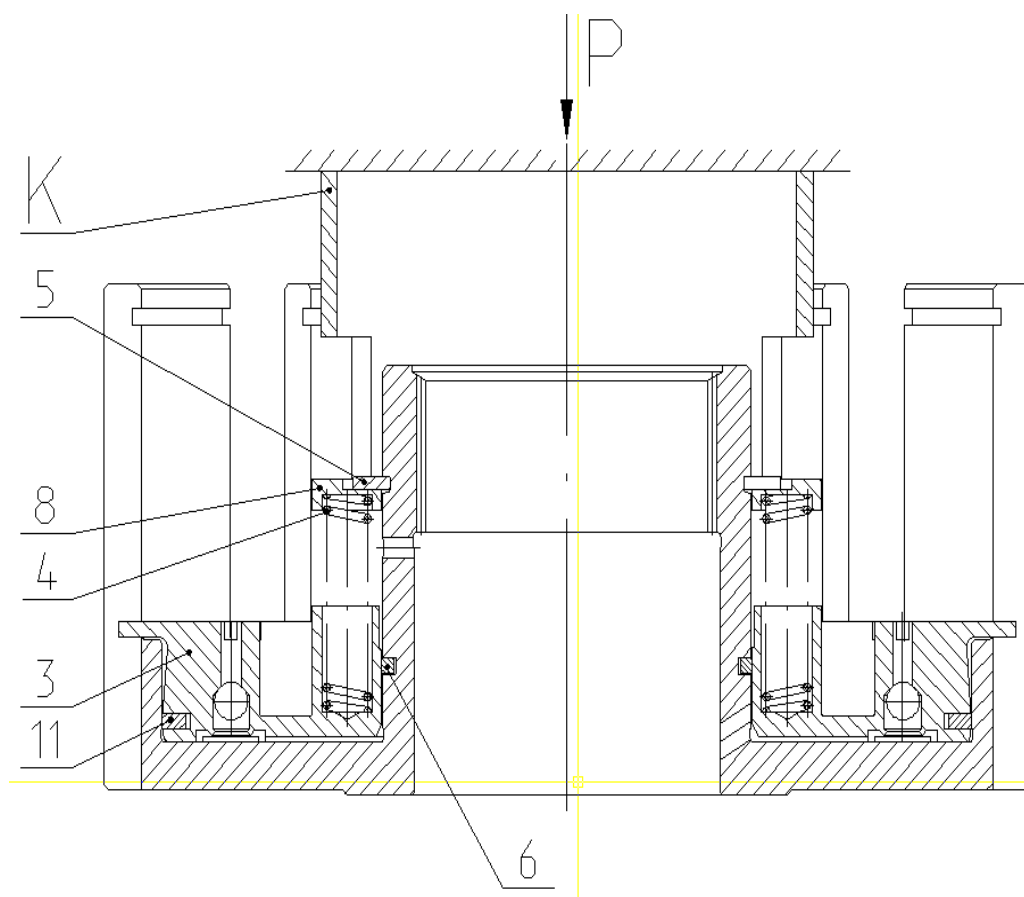

Рис.4.31 Фрикционная муфта.
4) снимите стопорное кольцо (5), (рисунок 4.31), опорную шайбу (8) и шестнадцать пружин (4);
5) снимите поршень (3), (рисунок 4.31), затем осторожно разведите замки, и снимите чугунные кольца (11) и (6) из канавок поршня и барабана;